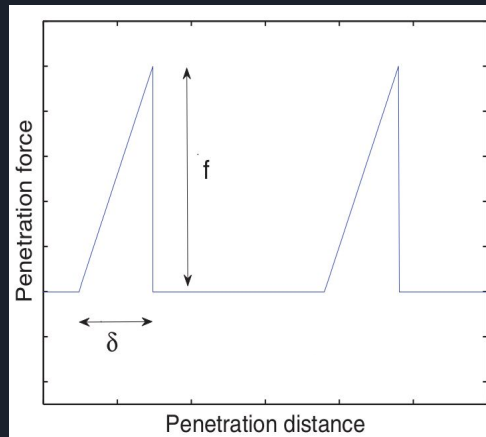

Fig. 1: Paramètres microstructuraux
- Approche microstructurale statistique et décomposition en 3 paramètres microstructuraux (Figure 1): modèle du **Poisson shot noise**